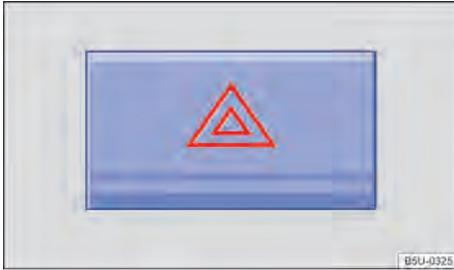

Fig. 37 En la parte superior de la consola central: interruptor de las luces de advertencia.
2. Encender los intermitentes de emergencia con el conmutador ▲ → fig. 37.
Las luces de advertencia también pueden apagarse al presionar el conmutador ▲ en el tablero de instrumentos → fig. 37.